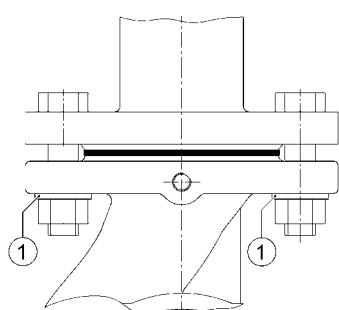

Fig. 12: Montering med kombiflens
- Mellan skrue-/mutterhodet og kombiflensen må man bruke de medfølgende underlagsskivene (fig. 12, pos. 1).